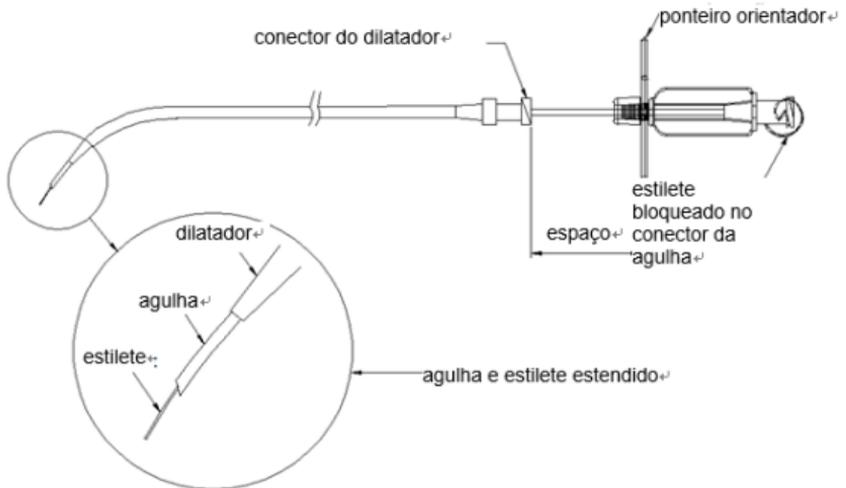

Fig. 1
- Introduza o conjunto com a agulha na bainha/dilatador. Devido à função de paragem do dilatador, haverá um espaço entre o conector do dilatador e o ponteiro orientador da agulha. (Ver Fig.1. A ampliação é 2.9).